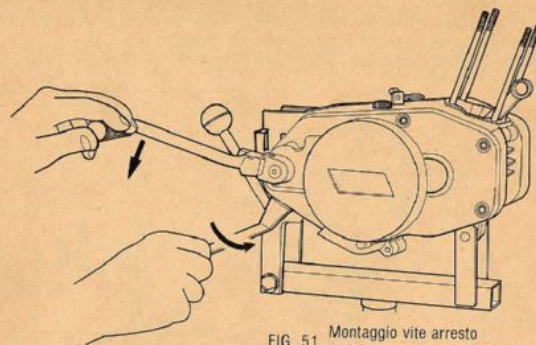

FIG. 51 Montaggio vite arresto
- 19) MONTARE una nuova guarnizione coperchio, quindi il coperchio frizione e fissarlo con le viti di unione bloccandole con $1 + 1,2$ kgm. Quindi innestando la leva messa in moto sul suo albero, ruotarla in senso antiorario di circa 180° e montare la vite d'arresto bloccandola con $2,9 + 3$ kgm (fig. 51). Tale operazione va eseguita per dare la precarica alla molla di richiamo.